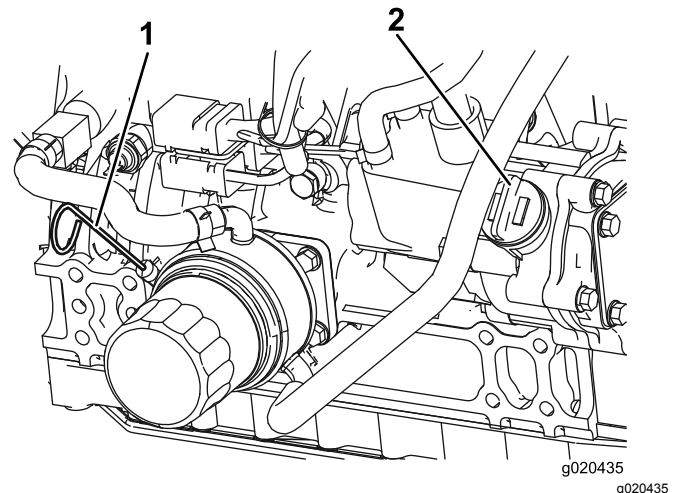

Bild 74
3. Entfernen Sie den Peilstab, wischen ihn ab und führen ihn wieder in das Rohr ein; ziehen Sie ihn dann wieder heraus. Der Ölstand sollte zwischen der Nachfüll- und Voll-Markierung sein (Bild 74).